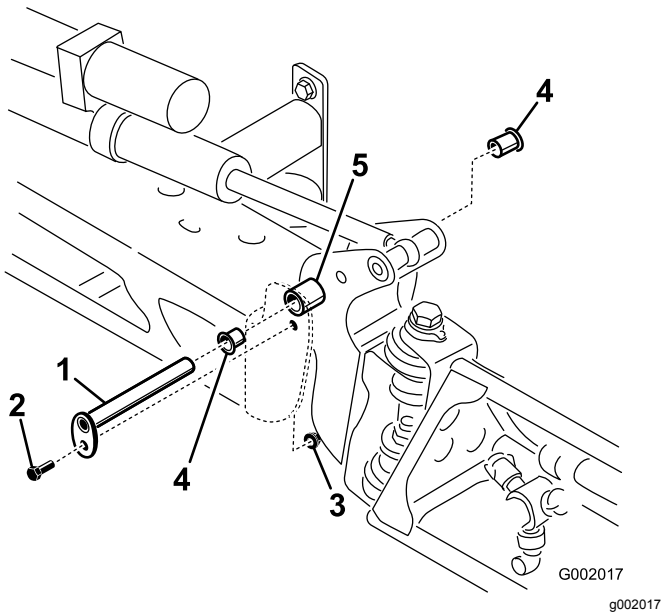

图 101
3. 支撑住喷洒臂的重量然后拆下将枢轴销紧固到喷洒臂组件的螺栓和螺母 图 101。
4. 卸下固定枢轴销的螺栓和螺母然后取下枢轴销 图 101。
6. 从枢轴支架的前后侧拆下尼龙轴套并进行检查 图 101。
7. 在尼龙轴套上涂上少量的机油然后将轴套装回到枢轴支架上 图 101。
8. 将喷洒臂和枢轴支架装回中心机架上与孔对齐 图 101。